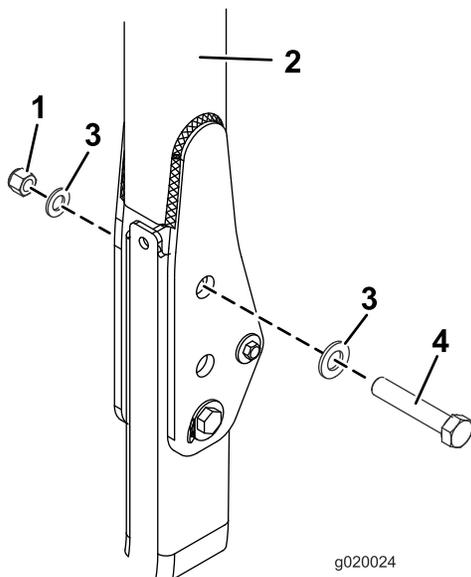

図 27
3. 図 27に示すように、ワッシャ 13/16 x 1 1/2"を各ボルト 3/4 x 4"に組み付ける。
4. ピンを抜いた穴に、ボルトとワッシャを取り付ける 図 27。
5. 図 27 のように各ボルトにもう1枚のワッシャを入れ、ナット 3/4" で固定する。各ナットを 323-396 N·m 33-40 kg·m = 238-292 ft·lb にトルク締めする。
6. ROPS のピボットボルト 図 27 をトルク締めする 91-113 N·m 9.3-11.5 kg·m = 67-83 ft·lb。これ